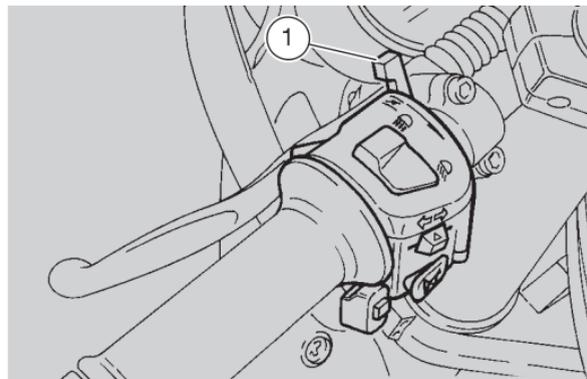

Abb. 24
Beim Starten des kalten Motors, den Bedienhebel "|\|" nach unten drücken (1 - Abb.24).
- Mit ganz nach oben gedrückten "N" Bedienelement (1 - Abb. 24) den Motor anwärmen, bis er normal läuft.
- den Bedienelement "N" (1 - Abb. 24) ganz nach oben drücken;